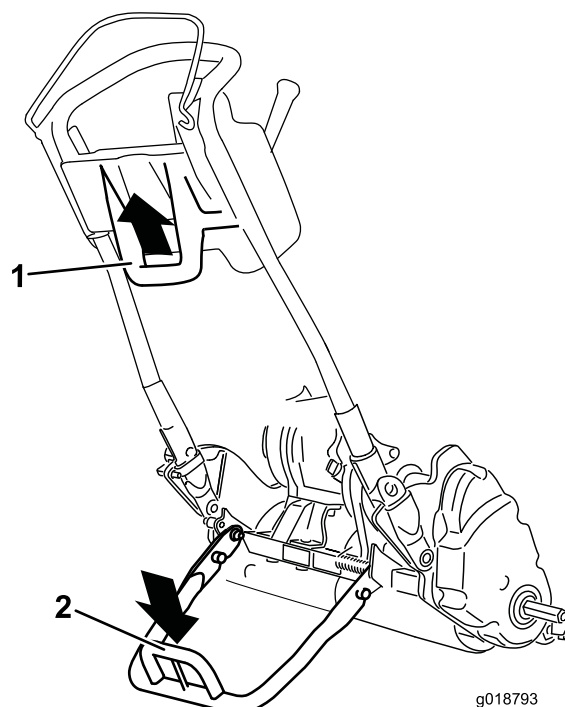

Figure 26
- Pour utiliser la béquille afin de monter les roues de transport, abaissez-la au sol et posez le pied sur l'arceau tout en tirant la machine vers le haut et l'arrière par la poignée centrale inférieure (Figure 26).